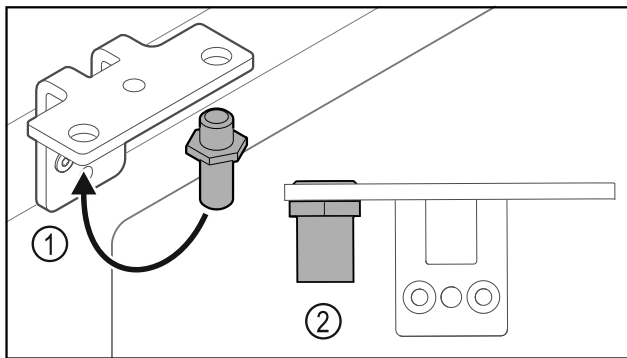

Fig. 32
- ▶ Paigutage polt Fig. 32 (1) šarniirnergikus ümber.
- ▶ Pingutage polt Fig. 32 (2) **pöördemomendiga 12 Nm** kinni.